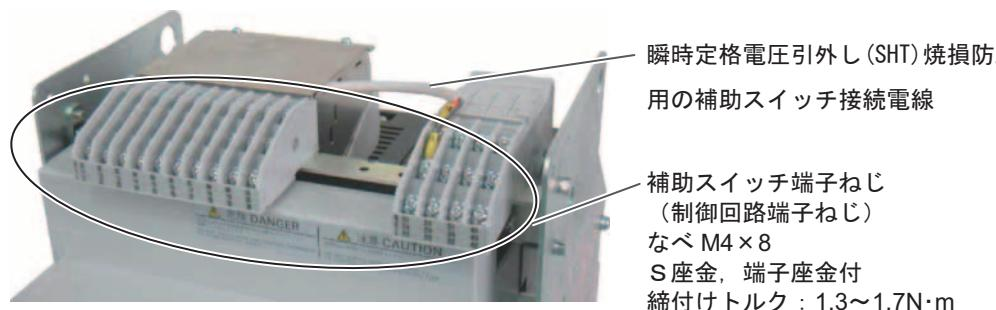

図3 制御回路端子、補助スイッチ端子
- ねじ端子形制御回路端子、補助スイッチ端子へは、図3の締付トルクで結線を行って下さい。